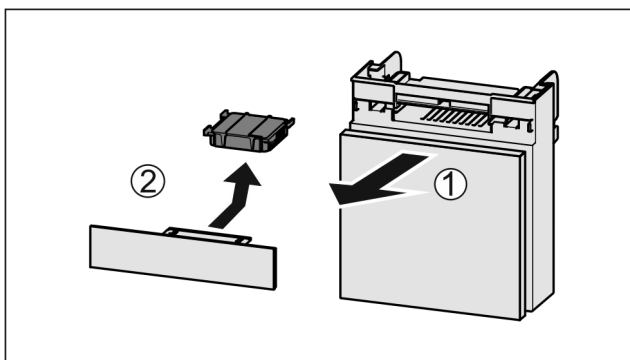

Fig. 88
- Tërhiqni kutinë nga përpara Fig. 88 (1).
- Hiqni filtrin me karbon aktiv Fig. 88 (2).